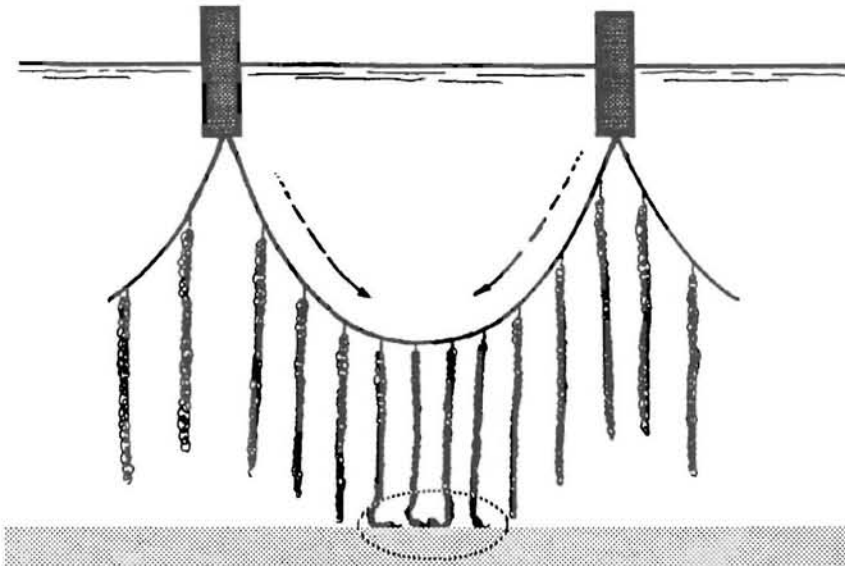

Figure 41 - Dangers d'une filière détendue
- Une filière détendue ploie aussi sous l'effet du poids des suspensions d'élevage, à la manière d'une corde à linge trop chargée (Figure 41). Cette fois, la "flèche" est verticale et elle complique sérieusement l'exploitation : le bateau a beaucoup de mal à avancer quand la filière est relevée; les suspensions sont plus difficiles à saisir. Elles risquent aussi de toucher ou de frotter sur le fond à marée basse. Si les noeuds d'amarrage ne sont pas assez serrés, elles peuvent également glisser sur l'aussière et se regrouper en paquets vers le centre des tronçons .